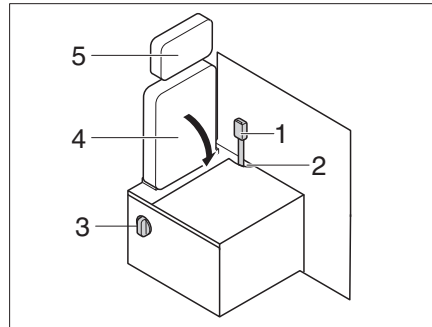

Fig. 220 Transformation Mode conduite - Mode habitation
- Démontez l'appuie-tête (Fig. 220, 5) (voir chapitre 5.7).
- Insérer l'ancrage de ceinture (Fig. 220, 1) dans l'orifice (Fig. 220, 2).
- Actionner le levier rotatif (Fig. 220, 3) et replier le dossier (Fig. 220, 4).
▷ Pour la transformation du mode habitation en mode conduite, procéder dans l'ordre inverse. Veiller à ce que l'ancrage de ceinture soit bien passé à travers l'orifice (Fig. 220, 2).